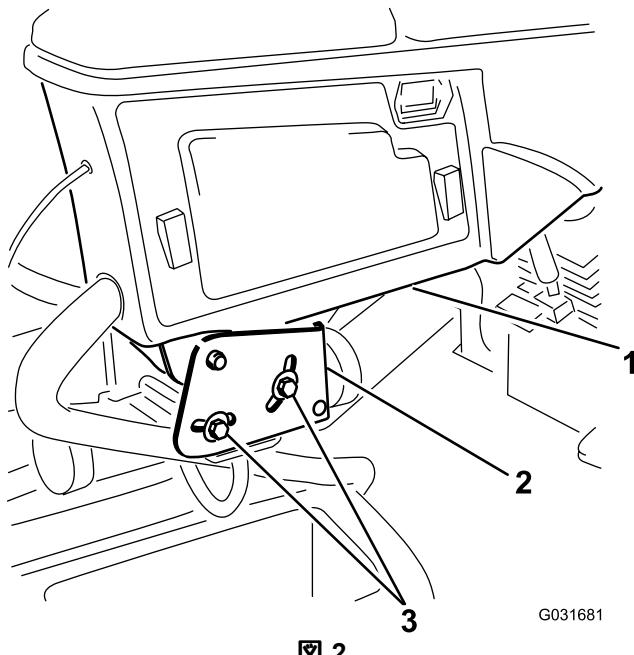

図2
1. コントロールアームをリテナブラケットに固定している2本のボルトをゆるめる図2。